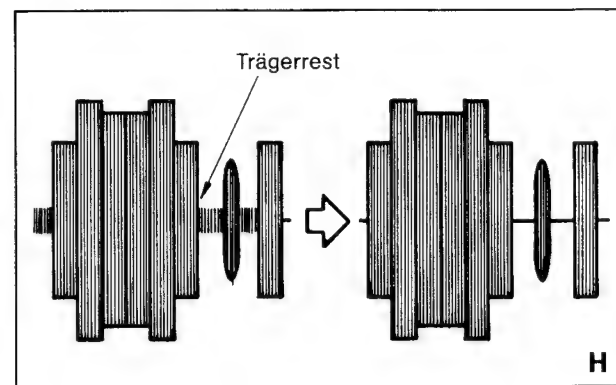

Bild 3-30
2. Tastkopf an Emitter X 202, mit R 210 Trägerrest auf Minimum (Bild 3-30).